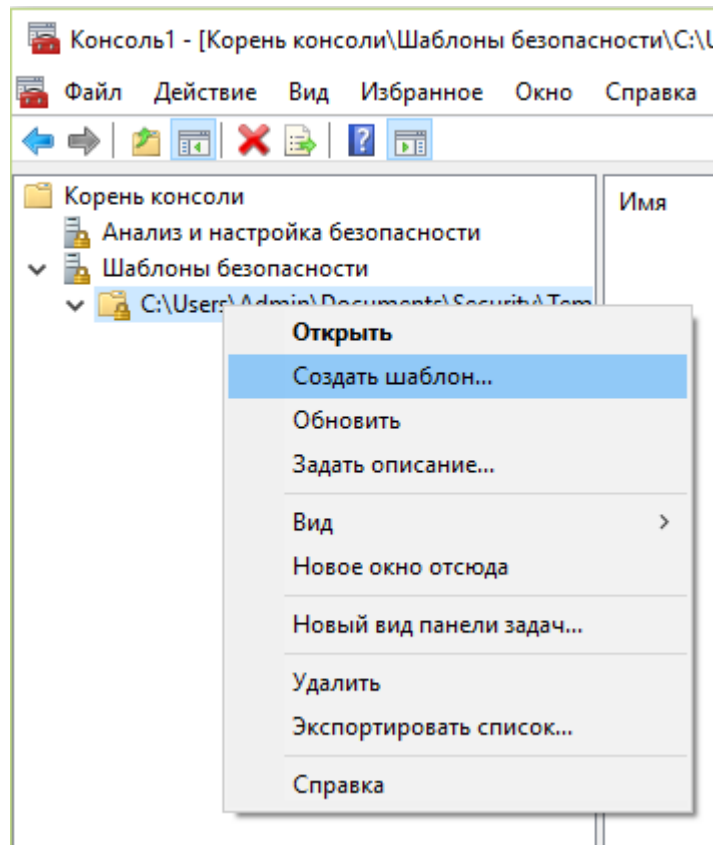

Рис. 21.6 Добавление шаблона безопасности
4. Выбрать «Шаблоны безопасности» и добавить новый шаблон, рисунок 21.6